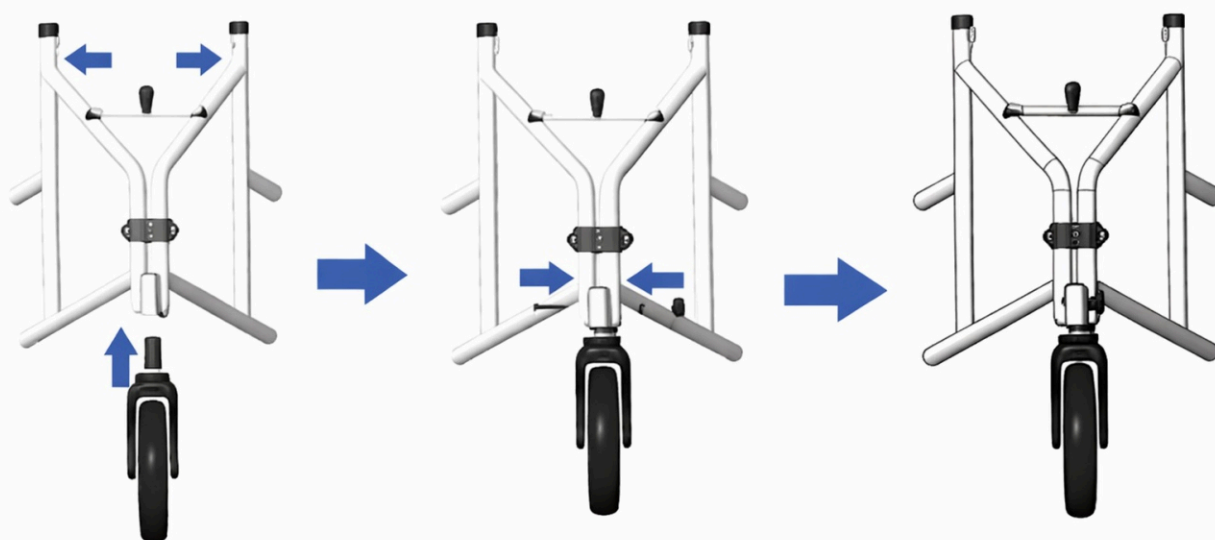

Figure 2
Étape 1 (comme illustré dans la Figure 2) : Retirez l'assemblage du cadre principal (1) et l'assemblage de la roue avant (9). Écartez à la main vers l'extérieur les cadres gauche et droit de l'assemblage du cadre principal. Alignez le trou de l'écrou de roue avant de l'assemblage de la roue avant (9) avec le trou du manchon de roue avant de l'assemblage du cadre principal (1). Insérez l'assemblage de la roue avant (9) dans le manchon de roue avant de l'assemblage du cadre principal (1). Ensuite, insérez le boulon hexagonal M6×35 (14) à travers le trou du manchon de roue avant de l'assemblage du cadre principal (1) et alignez-le avec le trou de l'écrou de roue avant de l'assemblage de la roue avant (9). Prenez le petit écrou à molette avec rondelle courbée (11), installez-le sur le boulon hexagonal M6×35 (14) et serrez-le.